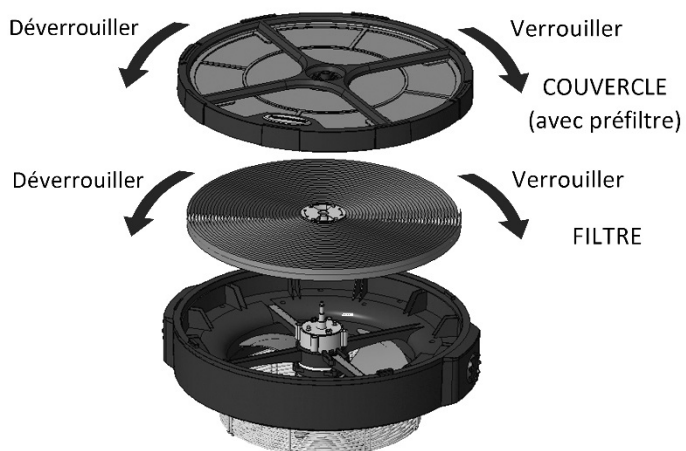

Figure 8-4: Remplacement du filtre
3. Tourner le couvercle dans le sens antihoraire et le retirer avec le préfiltre. Voir la Figure 8-4.